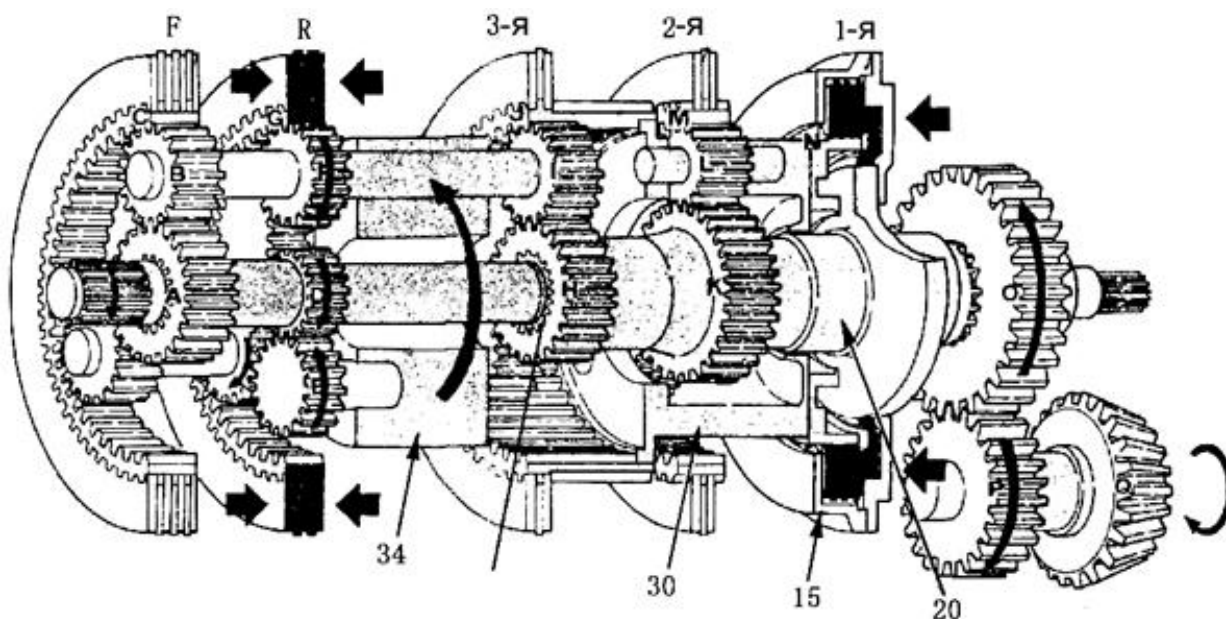

Рис. 5-34
(4) Задний ход, 1 скорость (см. Рис. 5-34)